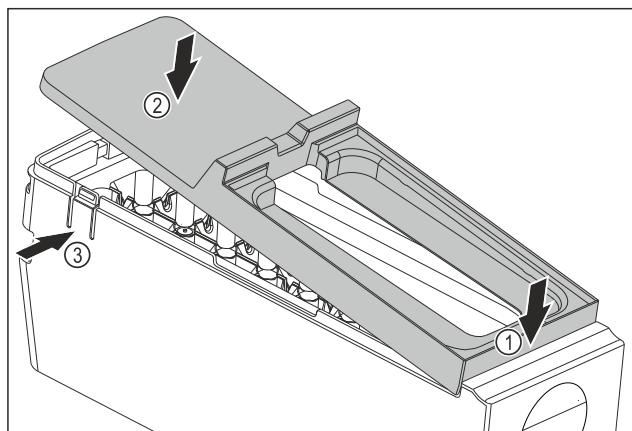

Fig. 148
- Смонтируйте крышку корпуса EasyTwist-Ice: Установите крышку спереди. Fig. 148 (1)
- Опустите крышку сзади. Fig. 148 (2)
- Крышка со щелчком фиксируется в накладках Fig. 148 (3).